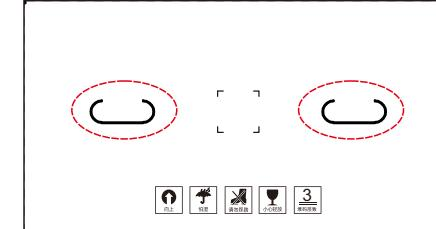

图4.1 产品纸箱
- 纸箱上的红色区域为扶手区域，可以沿虚线部分去掉椭圆纸片。（如图4.1所示）